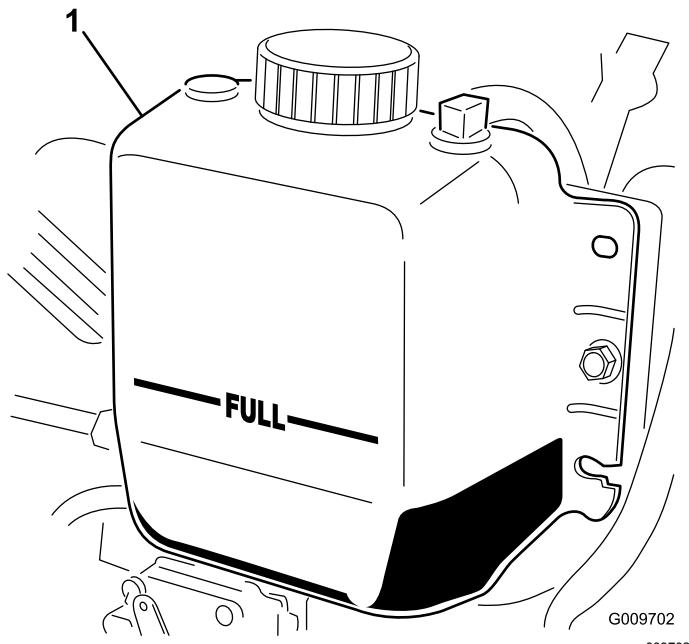

図 13
2. ラジエター内部の液量を点検する。補給口の首の上部まであればよい。また、補助タンク側面についているFULLマークまであればよい 図 13。